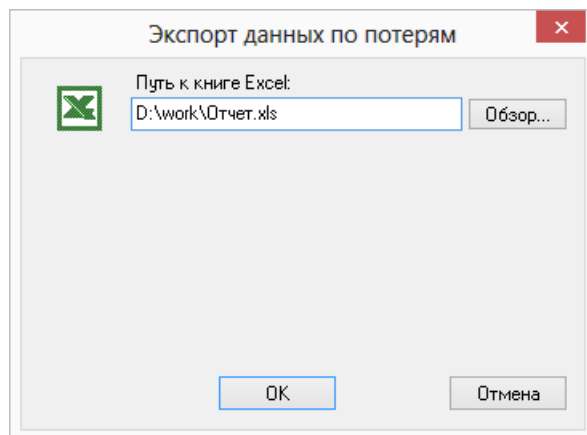

Рисунок 14.7. Экспорт результатов в Excel
2. В появившемся окне (Рисунок 14.7, «Экспорт результатов в Excel») нажмите кнопку Обзор... и укажите в открывшемся диалоге выбора файла каталог и название файла для сохранения книги Excel.